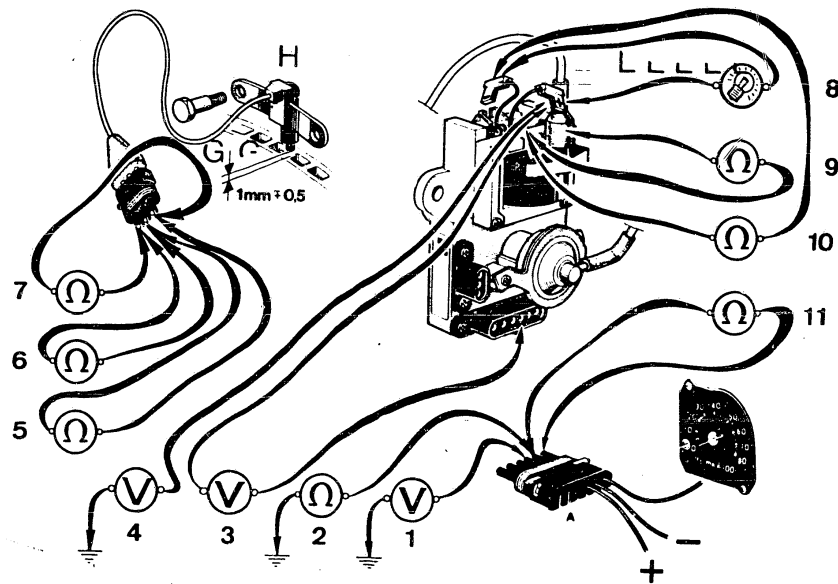

Bild 39 Kontrolle der elektronischen Zündanlage Renix. Die Numerierung der Prüfschritte bezieht sich auf die in der Fehlersuchtafel beschriebene Reihenfolge.
- Der **Impulsgeber** (H Bild 39) am Schwungrad liefert die Informationen für den oberen Totpunkt und die Drehzahl. Er ist mit Passsschrauben am Kupplungshäuse befestigt und kann nicht verstellt werden.